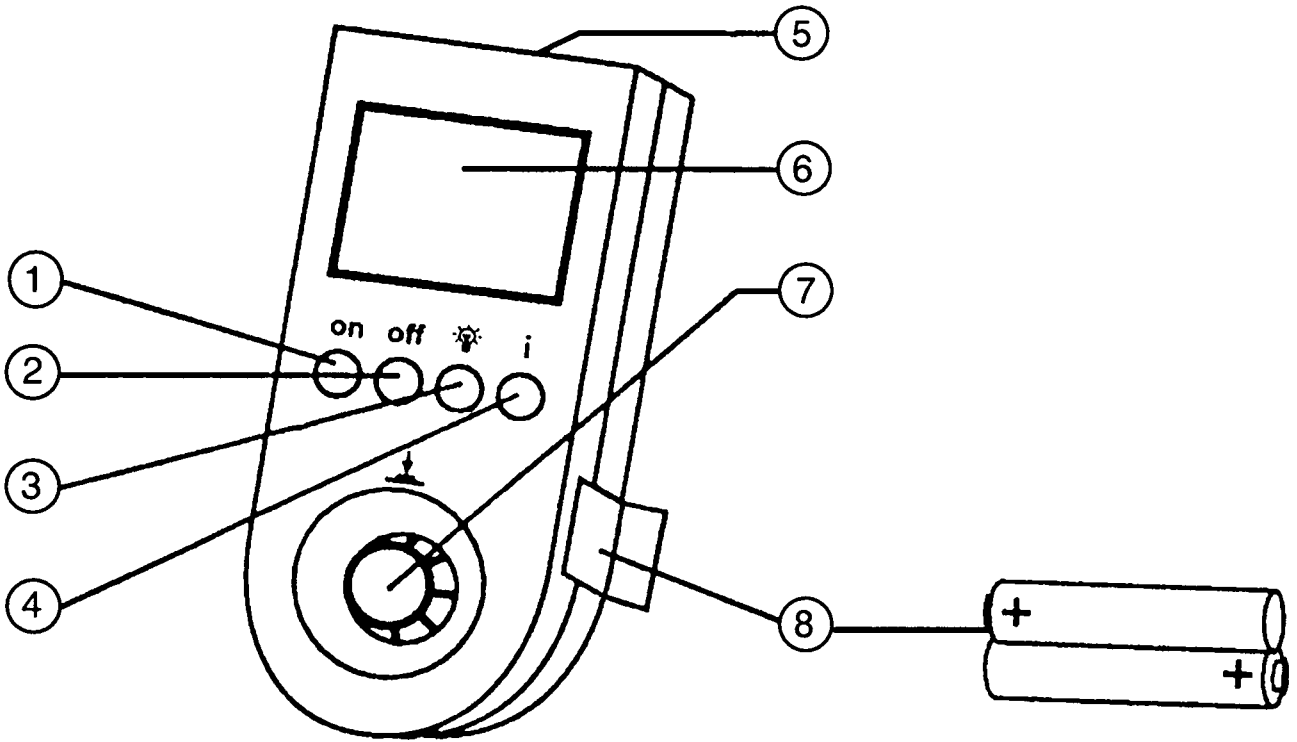
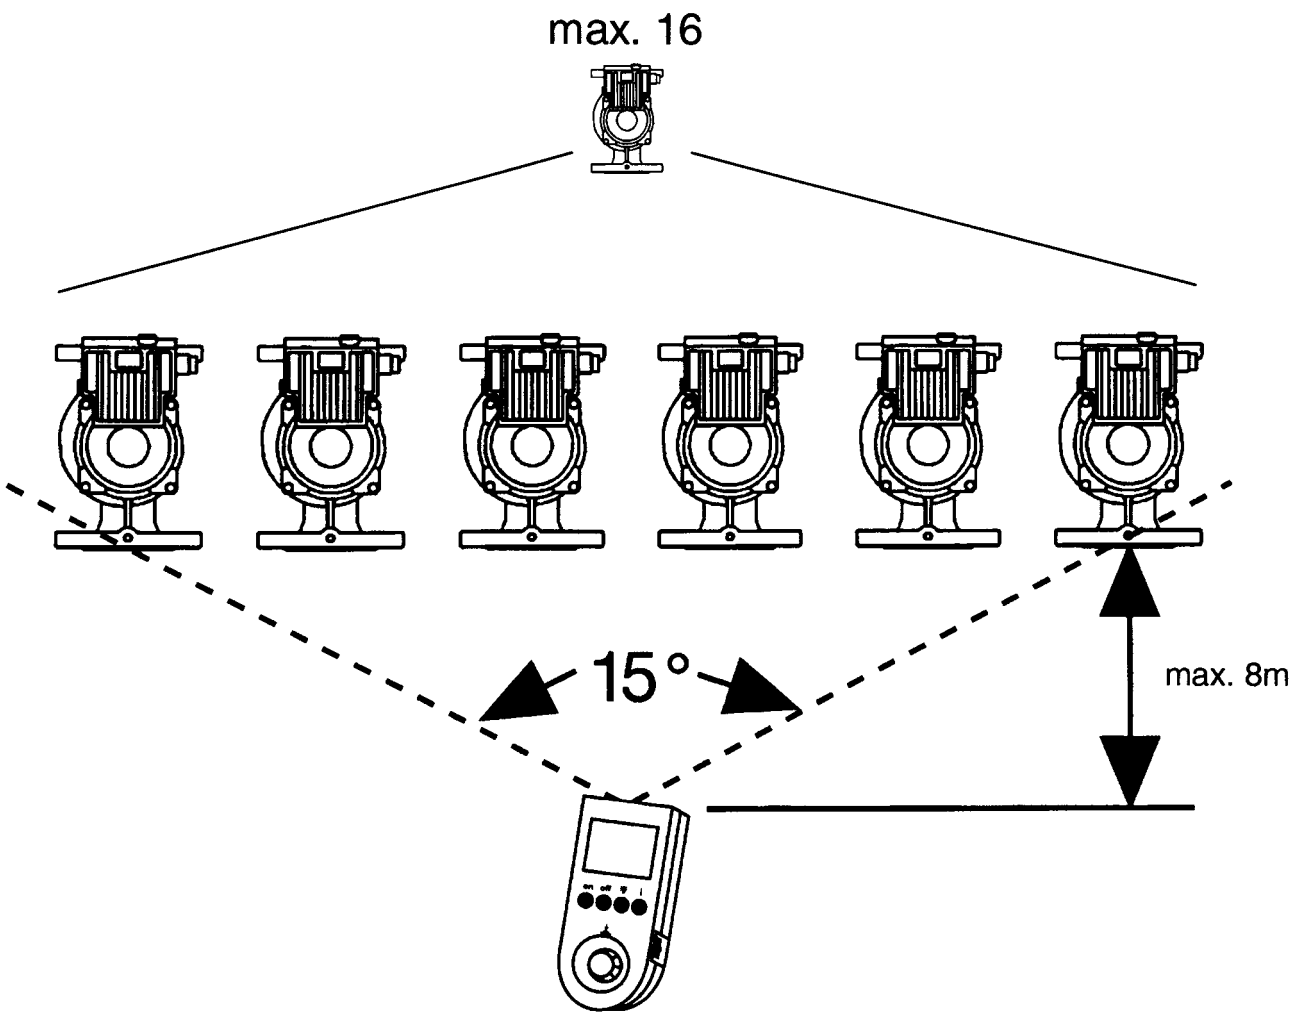

Fig. 1
Fig. 3
4.1 Opis MONITORA- IR (Rys. 1)
- **Display (ekran):** (Rys. 1, poz. ⑥) rozdzielczość: 128 x 128 punktów, zdolność graficznego przedstawiania funkcji, przedstawianie dowolnie wybranych symboli, podświetlenie tła (Rys. 1, poz. ③).
- **Zasilanie:** 2 baterie Mignon (Rys. 1, poz. ⑧), każda 1,5 V. W przypadku ich wyczerpania włącza się dźwiękowy sygnał alarmowy. Dodatkowo na ekranie pojawia się napis „bateria osłabiona“. Aby nie dopuścić do całkowitego wyczerpania baterii, MONITOR-IR wyłącza się automatycznie, jeżeli po ostatnim nastawieniu nie nastąpi w określonym czasie następne nastawienie (Time-out).
Na ścianie czołowej MONITORA-IR znajduje się **OKNO-IR** (Rys. 1, poz. ⑤), z podczerwoną jednostką nadawczo- odbiorczą. Kąt rozwarcia stożka nadawczo- odbiorczego MONITORA-IR oraz modułów elektronicznych został przedstawiony na rys. 3 i musi być zachowany w czasie namierzania wybranej pompy jak również w czasie całego trwania komunikacji (nastawiania).
przycisk „ON“ (Rys. 1, poz. ①) - poprzez naciśnięcie MONITOR-IR zostaje załączony, na ekranie pojawia się napis z nazwą producenta oraz użytkownika (program startowy).
przycisk „Off“ (Rys. 1, poz. ②) - poprzez naciśnięcie MONITOR-IR zostaje wyłączony.
przycisk  (Rys. 1, poz. ③) - poprzez naciśnięcie włącza / wyłącza się podświetlenie ekranu.
przycisk „I“ (Rys. 1, poz. ④) - po naciśnięciu pojawia się na ekranie informacja o obsłudze MONITORA-IR.
Pokrętko z przyciskiem (Rys. 1, Pos. ⑦) - jest podwójnego działania i służy do obsługi całego programu MONITORA-IR :